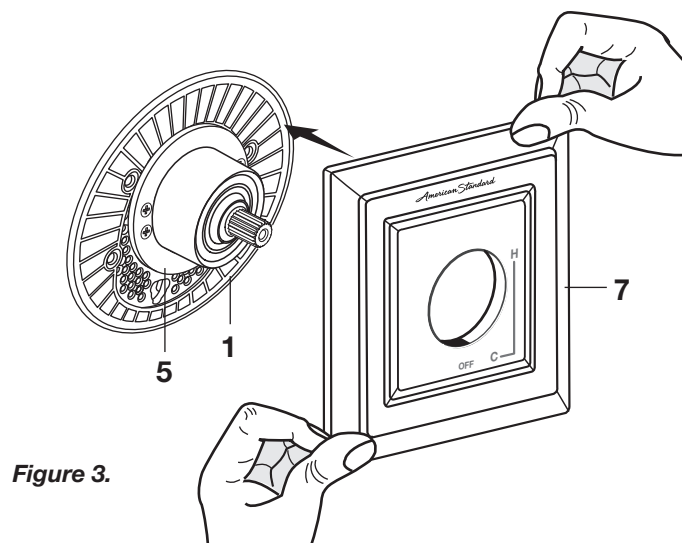

Figure 3.
- **Figure 3.** Install ESCUTCHEON (7) onto CAP (1) and push flush against finished wall. ESCUTCHEON (7) will snap fit onto ESCUTCHEON HOLDER (5).
- **Figure 3.** Installez L'ÉCUSSON (7) sur le CAPUCHON (1) et poussez jusqu'à ce qu'il soit de niveau avec le mur fini. L'ÉCUSSON (7) s'enclenchera sur le PORTE-ÉCUSSON (5).